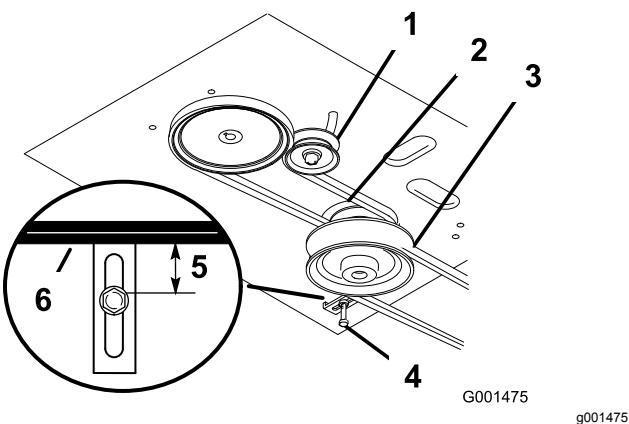

Figura 37
6. Instale la correa nueva alrededor de las poleas del motor y de la transmisión (Figura 37).
7. Desplace la polea tensora respecto al bastidor del motor para tensar la correa de tracción (Figura 37).
8. Instale la correa del cortacésped (Figura 37).
9. Compruebe que la guía de la correa, situada debajo del bastidor del motor, está ajustada correctamente (Figura 37).
4. Retire la correa del cortacésped (Figura 37).
5. Afloje el perno de pivote lo suficiente para poder desplazar la polea tensora dentro de la ranura, y retire la correa de tracción de las poleas del motor y de la transmisión (Figura 37).
13. Compruebe que la guía de la correa, situada debajo del bastidor del motor, está ajustada correctamente (Figura 37).